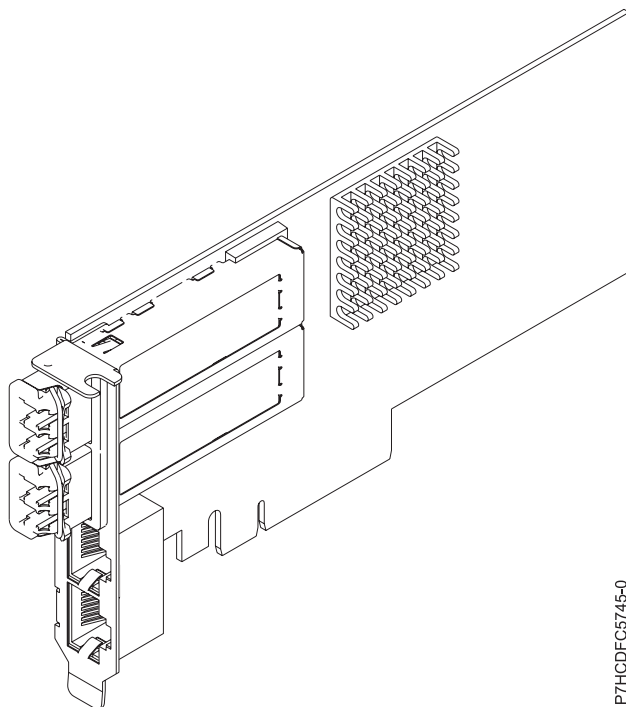

Figura 48. Adaptador FC EN0H
El adaptador de cuatro puertos suministra dos puertos SFP+ /conectables de pequeño tamaño) de 10 Gb FCoE SR y dos puertos Ethernet de 1 Gb RJ45. Los dos puertos FCoE de 10 Gb están conectados mediante conectores de tipo pequeño (LC). Cada puerto FCoE proporciona conectividad Ethernet con una velocidad de datos nominal de 10 Gbps (gigabits por segundo). Cada uno de los puertos de 1 Gb proporciona conectividad Ethernet a una velocidad de datos de 1 Gbps y está conectado con cables Ethernet. Una velocidad de datos de 10 Mb no está soportada. La Figura 48 en la página 161 muestra el adaptador FC EN0H FC.